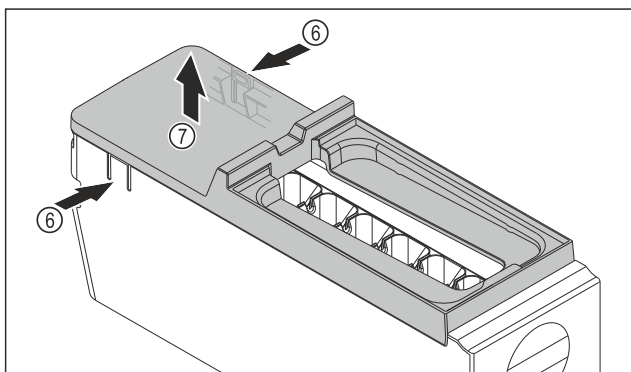

Fig. 112
- ▶ Vyjmutí krytu korpusu EasyTwist-Ice: Lamely *Fig. 112 (6)* na obou stranách korpusu EasyTwist-Ice stlačte jednou rukou.
- ▶ Kryt *Fig. 112 (7)* vyjměte druhou rukou nahoru.